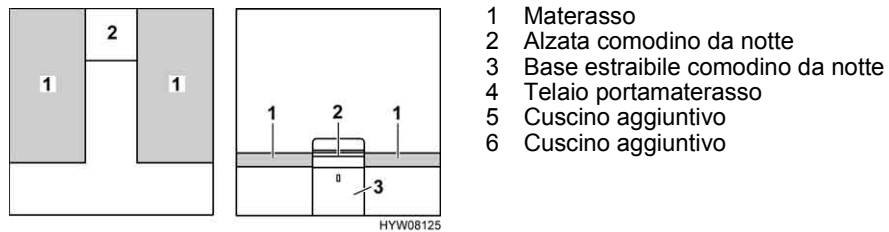

Fig. 79 Prima della trasformazione
- Rimuovere l'alzata del comodino da notte (Fig. 79,2) e metterla da parte.